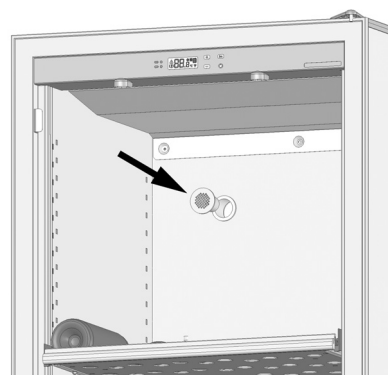

Fig. 3
- Positionnez le filtre à charbon, que vous trouverez dans la boîte "accessoires", en le rentrant par l'intérieur de votre armoire, dans le trou d'aération situé en haut à gauche (voir **Fig. 3**).